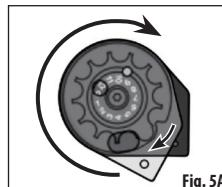
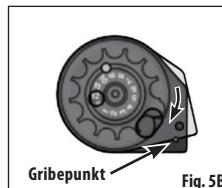

Fig. 5A
Fig. 5B
- Løft det klare dæksel over gribepunktet og drej det i pilenes retning (med uret) som vist i Fig. 5A. Drej, indtil dækslet ser ud som vist i Fig. 5B.